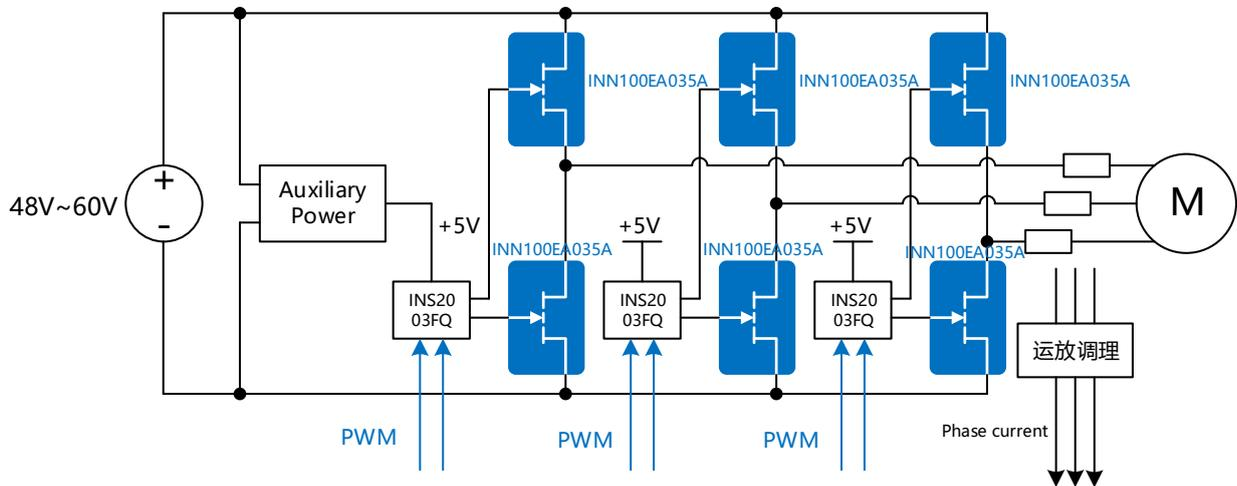

图 1 INNDMD48V25A1系统框图
附录图 1 系统接线图
2. 将电源连接至Demo板Vin及GND端口，连接5V辅源供电，如附录图 1所示（注意极性）
Connect the DC voltage source to terminal Vin and common ground terminal GND, connect the 5V auxiliary power supply, as shown in Appendix Figure1(note polarity).
3. 将电机或电抗负载连接至Demo板UVW端口，如附录图 1所示。